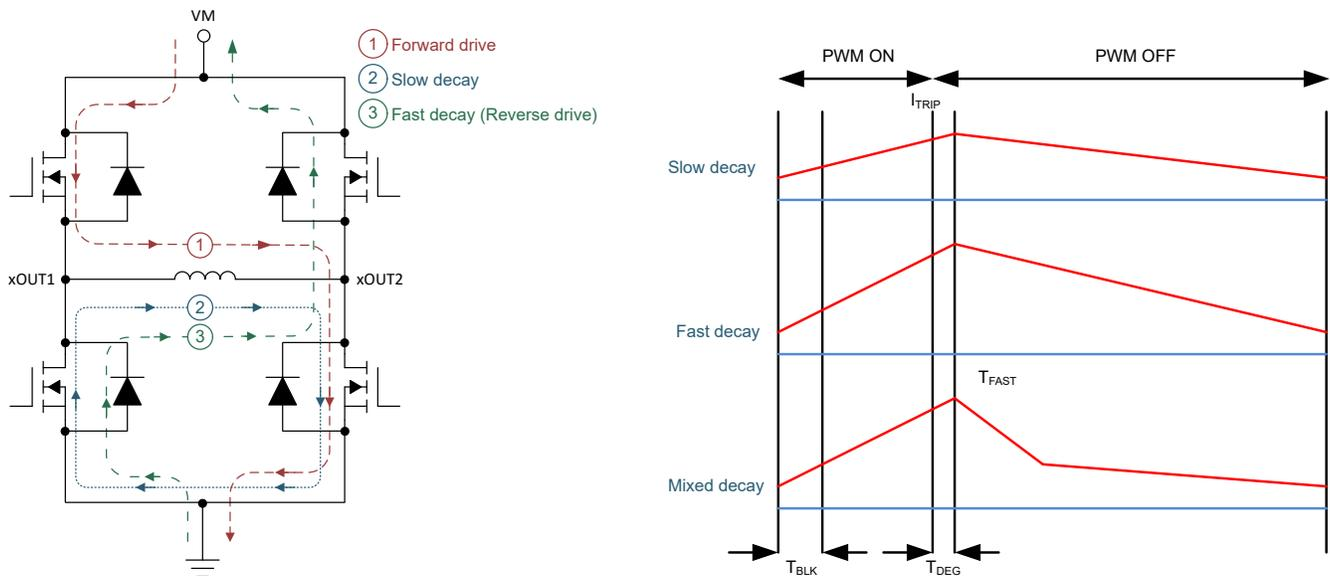

图 8-5. 衰减模式
在 PWM 电流斩波期间，将启用 H 桥以驱动电流流过电机绕组，直至达到斩波电流阈值。图 8-5 的项目 1 中展示了这种情况。
- 在快速衰减模式下，一旦达到 PWM 斩波电流电平，H 桥便会通过导通对侧的 MOSFET 进行状态逆转，使绕组电流反向流动。由于绕组电流接近零，因此会禁用该电桥，以防止进一步出现反向流动的电流。图 8-5 的项目 2 中展示了快速衰减模式。
- 在慢速衰减模式下，通过启用 H 桥中的两个低侧 MOSFET 来实现绕组电流的再循环。图 8-5 的项目 3 中展示了这种情况。